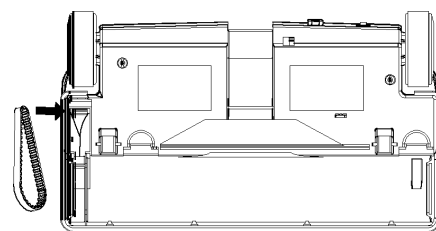

Figura 10
5. Deslice la correa dentada nueva por el engranaje en el eje del motor (como se ilustra en la Figura 10).